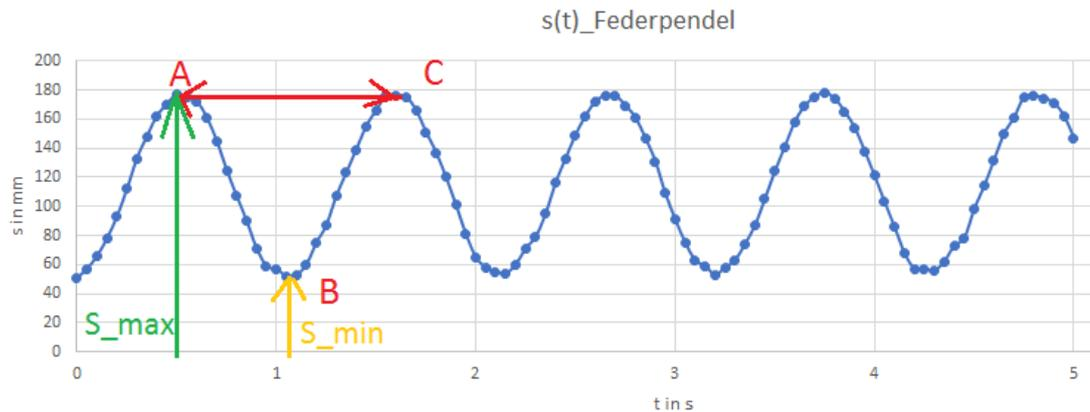

Abb.4 Streudiagramm der Wertepaare Zeit-Elongation des Federpendels erstellt mit Tabellenkalkulation aus der Datei 1.Aufgabenblatt.csv
1. Das im Excel erstellte Streudiagramm der Wertepaare Zeit-Elongation ermöglicht die Bestimmung der Periodendauer T durch das Messen des Zeitintervalls zwischen zwei benachbarten Maxima, wie in der Abb.4 gezeigt. Für eine höhere Genauigkeit kann man mehrere Zeitintervalle messen und danach den Durchschnittswert berechnen. Die Periodendauer kann man auch durch das Messen der Dauer von N vollständigen Schwingungen geteilt durch die Anzahl N dieser Schwingungen bestimmen.